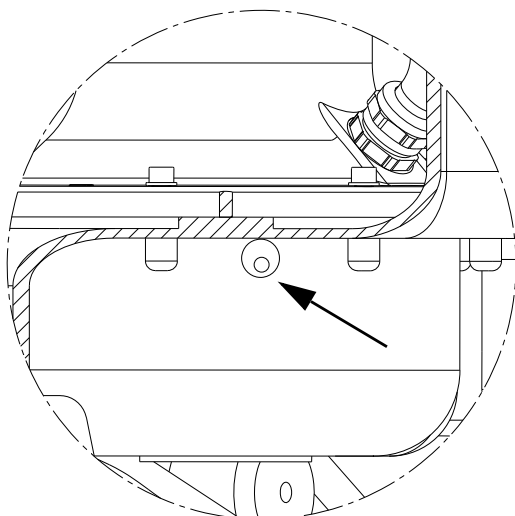

Abb. 31 Entlüftungsbohrung im Pumpengehäuse und Sammelbehälter
Wird die Pumpe aus dem Sammelbehälter ausgebaut, ist beim Wiedereinbau darauf zu achten, dass die Entlüftungsbohrung in der Pumpe und die Entlüftungsbohrung im Sammelbehälter gegeneinander ausgerichtet sind. Siehe Abb. 31 und 32.
b) Der Laufzeitschutz hat ausgelöst. Das Pumpensymbol und das Uhrensymbol blinken. Auch die rote LED blinkt und im Display wird der Fehlercode "F011" angezeigt. Lläuft die Pumpe länger als 3 Minuten, schaltet eine Schutzfunktion der Steuerung die Pumpe für 3 Minuten ab. Nach dem Abkühlen wird die Pumpe wieder eingeschaltet. Dieser Vorgang wird solange wiederholt, bis ein Abschaltensignal vom Sensor die Pumpe wieder in den Normalbetrieb versetzt. Hinweis: Die normale Laufzeit beträgt je nach Betriebspunkt und Nutzvolumen des Sammelbehälters bis zu 20 Sekunden.	Prüfen, ob das Absperrventil auf der Druckseite geöffnet ist. Die Entlüftungsbohrung im Pumpengehäuse überprüfen. Ist die Entlüftungsbohrung verstopft, die Entlüftungsbohrung reinigen. Siehe Abb. 31 .